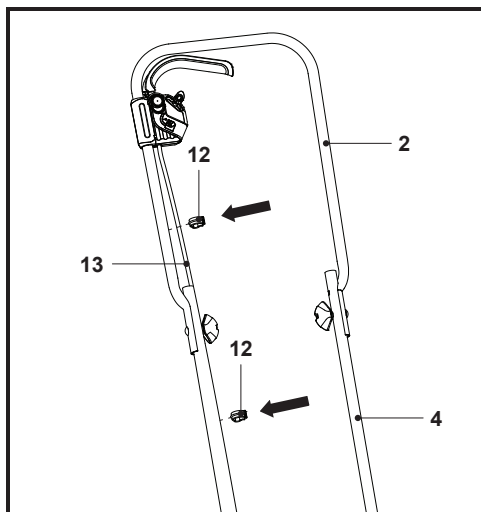

Fig. 3
3. Fixe o cabo de interligação (13) com os grampos do cabo (12) aos guias inferiores (2, 4) (Fig. 3).